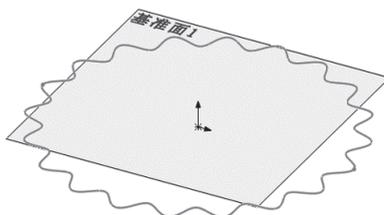

图5-23 创建基准面1
- (1) 在标签栏中单击“特征”标签，再在命令按钮栏中单击“参考”→“基准面”按钮
- (2) 选择上视基准面，将“偏移距离”设为30mm。
- (3) 单击“确定”按钮，创建基准面1，如图5-23所示。